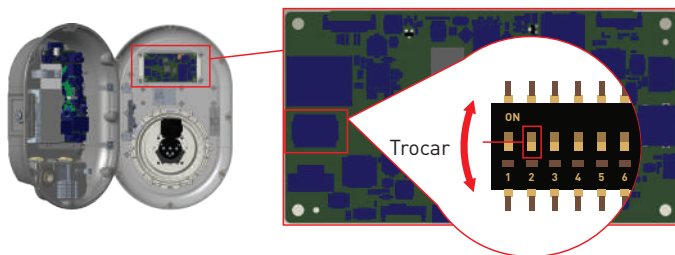

Figura.29
- Mudar para segunda posição da chave DIP que se encontra no cartão inteligente do carregador mostrado na figura 29. Seguidamente ligar novamente o carregador.